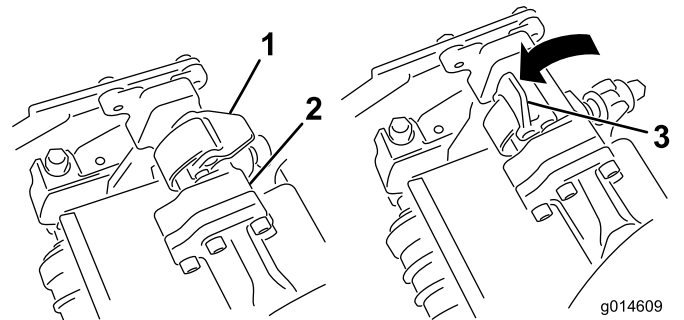
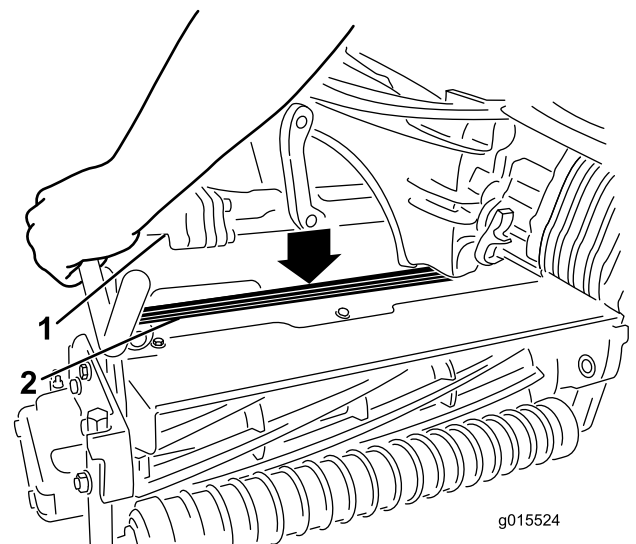

Bild 12
Bild 13
9. Die Riegel an der Aufhängearmstange müssen nach oben zeigen (d. h. offen) (Bild 12); drücken Sie den Aufhängearm dann so nach unten, dass die Stange über die Stange an der Oberseite des Mähwerks passt (Bild 13).
10. Drücken Sie die Riegel nach unten und um die Mähwerkstange und arretieren sie (Bild 12).